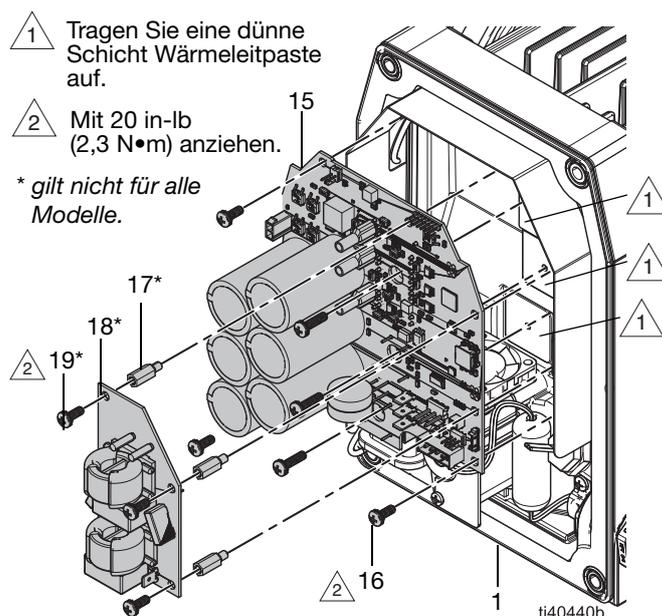

ABB. 16: Steuerkarte und Filterplatine
2. Tragen Sie bei Bedarf eine dünne Schicht Wärmeleitpaste auf an den dargestellten Stellen in ABB. 16.
3. Halten Sie die Drähte vom Statorgehäuse (1) fern und setzen Sie die Steuerkarte (15) in das Statorgehäuse ein.
4. Halten Sie die Steuerkarte (15) in Position. Bringen Sie gleichzeitig die Befestigungen (16) der Steuerkarte an. Mit 2,3 N•m (20 in-lb) festziehen.
5. Falls zutreffend, bringen Sie die Distanzstücke (17), die Filterplatine (18) und die Befestigungen (19) an. Ziehen Sie die Befestigungen (19) gut an.
6. Falls zutreffend, schließen Sie das braune Stromkabel der Filterplatine (18) an L1 und das blaue Kabel an L2 der Steuerkarte an. Siehe **Stromlaufpläne**, Seite 44.
7. Schließen Sie alle Drähte an die Steuerkarte (15) und die Filterplatine (18, falls vorhanden) an. Siehe **Stromlaufpläne**, Seite 44.